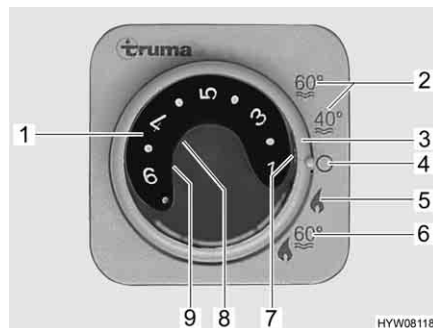

Fig. 199 Unité de commande pour chauffage/chauffe-eau
- Régler le mode de régime à l'aide de l'interrupteur tournant (Fig. 199,3).
Le chauffage règle le degré d'allumage automatiquement en fonction de la température ambiante requise. Une fois que la température ambiante désirée est atteinte, le brûleur s'éteint. En mode "Chauffage et chauffe-eau" (Fig. 199,6) l'eau est également chauffée dans le chauffe-eau. Il est possible de faire fonctionner le chauffage en mode "Chauffage sans chauffe-eau" (Fig. 199,5) et le chauffe-eau vide.
- Régler le bouton tournant de température (Fig. 199,1) de l'unité de commande sur la température de chauffage désirée.
- Régler l'interrupteur tournant (Fig. 199,3) en régime hiver "Chauffage sans chauffe-eau" (Fig. 199,5) ou en régime hiver "Chauffage et chauffe-eau" (Fig. 199,6).
Le voyant de contrôle vert (Fig. 199,7) s'allume.
- Régler l'interrupteur tournant (Fig. 199,3) sur "O" (Fig. 199,4).
La combinaison régime au gaz et régime électrique 230 V permet de raccourcir la période de chauffage du véhicule (uniquement possible lorsque le chauffage sur l'unité de commande (Fig. 199) est réglé sur régime hiver).